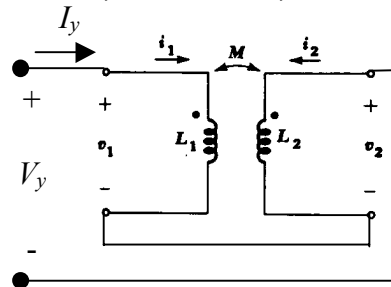

Figura 8
Para a situação indicada na Figura 8 observa-se que:
Utilize o esquema indicado na Figura 8 para aplicar uma tensão qualquer ($3-7 V_{rms}$) senoidal em 60Hz para V_y . Meça a corrente I_y e com a equação (11) calcule o módulo de Z_y . Insira os dados na Tabela 5.